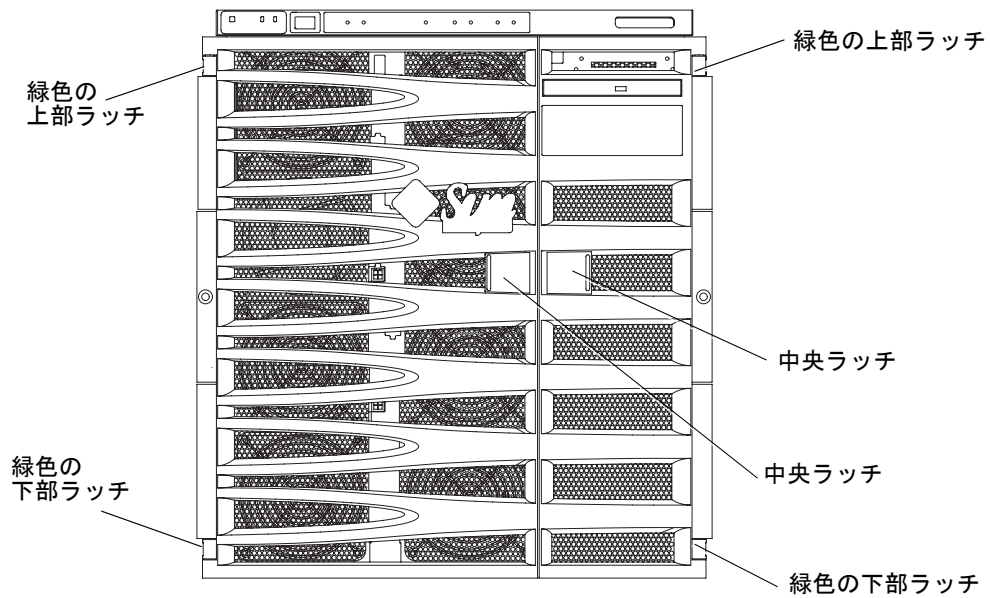

図 2-3 システムの正面図
1. 各ドアの中央にあるラッチを押して、両方のドアを開きます (図 2-3)。
- a. 片方の手でドアを支えながら、ドアの上部にある緑色のラッチを押します (図 2-3)。